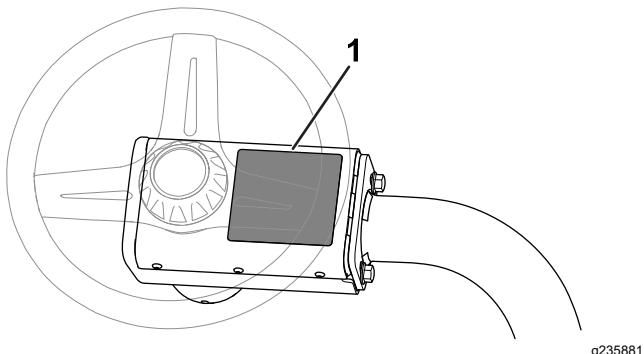

Рисунок 14
- **Предупреждающая наклейка СЕ:** прикрепите предупреждающую наклейку СЕ (№ по кат. 139-8321) поверх имеющейся предупреждающей наклейки (№ по кат. 139-8320) на колпачке рулевого колеса; см. Рисунок 14.